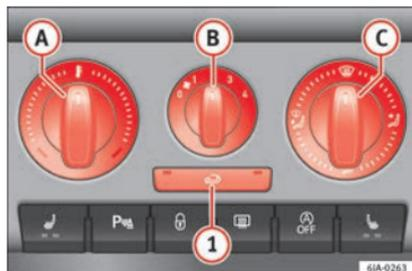

Fig. 169 Calefacción: elementos de manejo.
La salida de aire de los difusores se ajusta con el mando **C** » fig. 169. Los difusores **3**
– La temperatura aumenta girando el mando **A** » fig. 169 hacia la derecha.
- Conecte el ventilador girando el mando **B** » fig. 169 a las posiciones de 1 hasta 4.
– Girando el mando **C** » fig. 169 se ajusta el acceso de aire a los respectivos difusores » pág. 152, Difusores de aire.
Todos los elementos de manejo, salvo el mando **B** » fig. 169, se pueden colocar en cualquier posición intermedia.
Si el rotativo **C** » fig. 169 está en posición de deshielo, la trampilla de recirculación estará siempre abierta (indicador luminoso apagado).
- Pulse la tecla **1** » fig. 169, el testigo de la tecla se ilumina indicando que se ha activado la recirculación del aire interior del habitáculo.